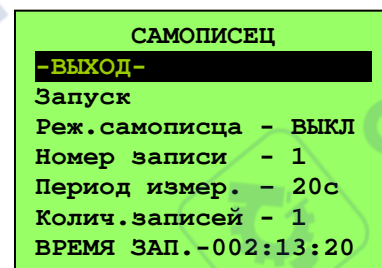

Рис. 6
2.3.5 Поле «Самописец» - вход в меню работы с функциями самописца. Рис.6. «Самописец» позволяет записывать во встроенную память МИТ 2.05М результаты измерений с целью последующего считывания их на компьютере. МИТ 2.05М имеет встроенную память на 800 значений. Память самописца может быть разбита на 1 (800 значений), 2 (2x400 значений), 4 (4x200 значений) или 8 (8x100 значений) блоков. В каждый их блоков памяти данные записываются и считываются независимо от других блоков. Период опроса каналов в режиме самописца может быть выбран из ряда: 0,3 с (для одного включенного канала) или 0,6 с (для двух включенных каналов); 2,5 с (для одного включенного канала) или 5 с (для двух включенных каналов); 10 с; 20 с; 30 с; 1 мин; 2 мин; 5 мин; 10 мин; 20 мин; 30 мин. В режиме самописца с периодом опроса каналов от 10 с до 30 мин МИТ 2.05М находится в режиме малого энергопотребления (на дисплее прибора ничего не отображается). При нажатии на любую из кнопок прибора на дисплее появляются следующие данные: свободная память в текущем блоке, уровень заряда батарей, последнее измеренное, максимальное, минимальное и среднее значения с момента запуска самописца (по всем включенным каналам). Рис.7.